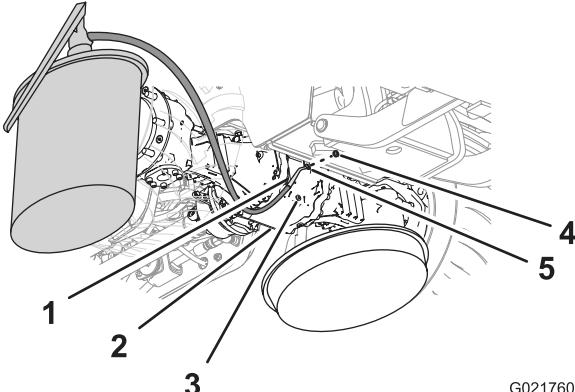
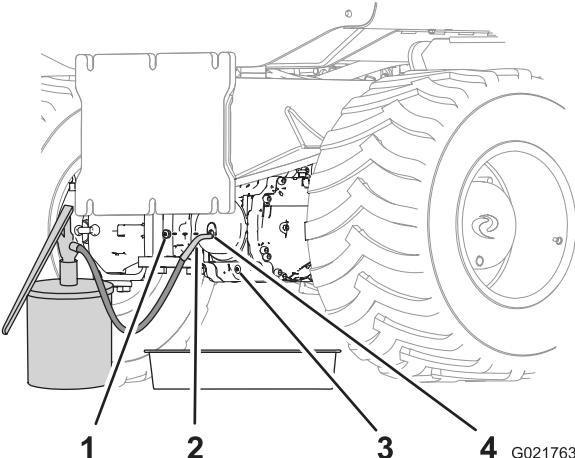

Figure 70
Figure 71
5. Revissez un des bouchons dans l'orifice de vidange (Figure 70 et Figure 71).
6. Remplissez le carter des pignons et le pont avec l'huile spécifiée par l'orifice du bouchon-indicateur jusqu'à ce que l'huile soit au niveau du filetage de l'orifice (Figure 70 et Figure 71).
- Revissez le bouchon restant dans l'orifice du bouchon-indicateur du carter des pignons (Figure 70 et Figure 71).